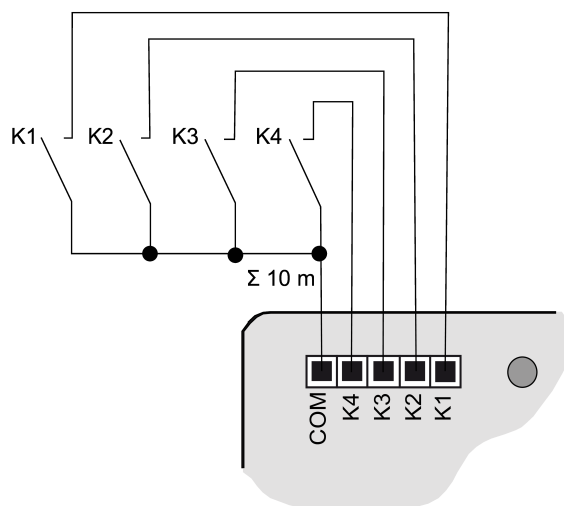

рисунок 3: Пример подключения, 4-канала
- Подключайте нажимные кнопки, механические выключатели или контакты, следуя примеру подключения и используя соединительные кабели (4) из комплекта поставки (см. рисунок 3).